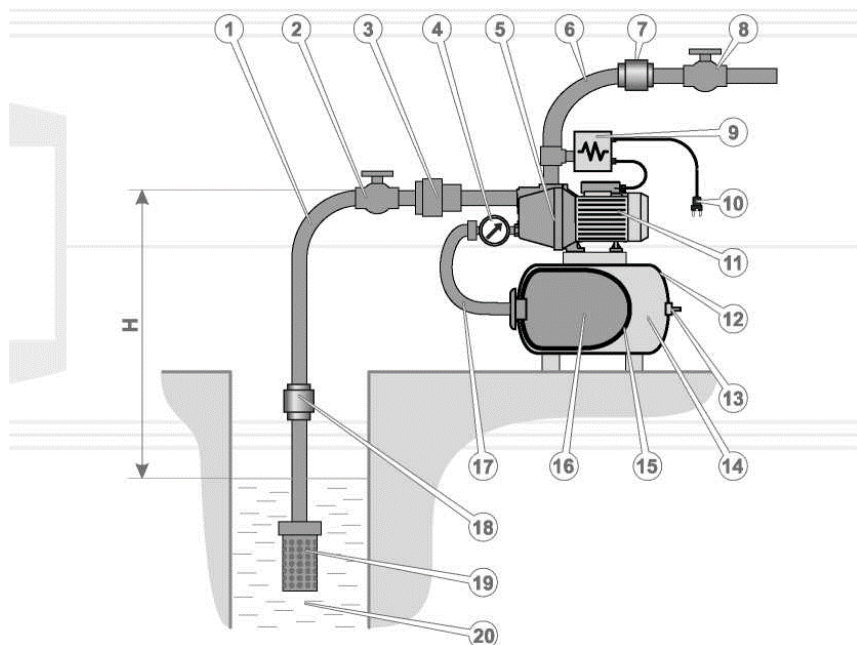

Рисунок 4. Схема прикладу монтажу насосної станції в системі автономного водопостачання від свердловини, колодязя глибиною не більше 8 м.
4. Під'єднати трубопровід (1, рис. 4) системи водозабору до вхідного патрубка насоса, а систему водопостачання — до вихідного.
7. Відкрити запірні крани (2, 8, рис. 4) на вхідному (1, рис. 4) та вихідному (6, рис. 1) трубопроводах.
- автоматичне вимкнення та увімкнення насосної станції в разі досягнення відповідних показників тиску води — за показанням манометра (4, рис. 4). Показники тиску мають відповідати вказаним у розділі «Технічні характеристики».